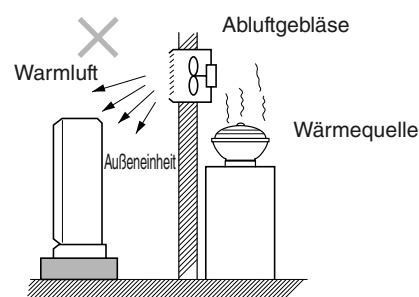

Abb. 2-8
- Wärmequellen, Abluftgebläse usw. (Abb. 2-8)